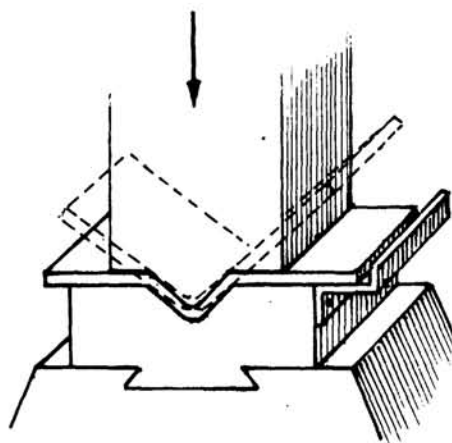

Fig. 3
- a Accione la prensa hasta obtener la segunda curva (fig. 3).